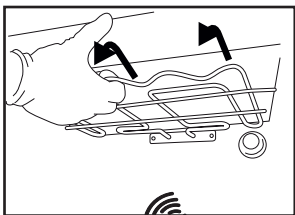
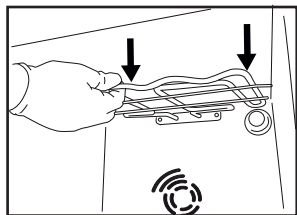

Fig. 1
Fig. 2
2. Tërhiqeni pak për jashtë elementin ngrohës (Fig. 1) dhe uleni (Fig. 2).